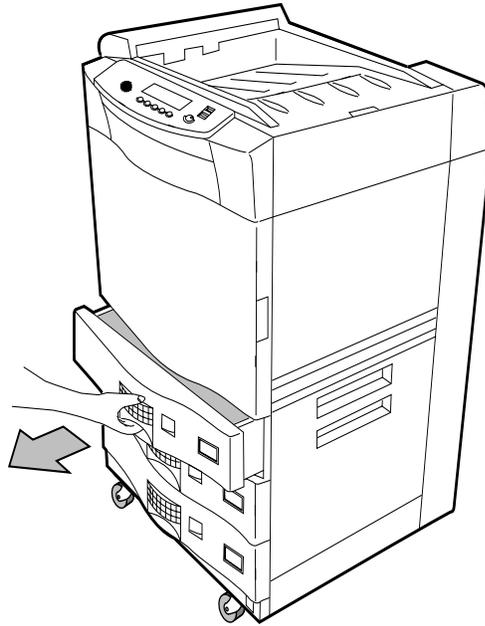

Abbildung 2-38 Papierfach herausziehen
1. Ziehen Sie die Papierfächer nacheinander heraus. Siehe Abbildung 2-38.